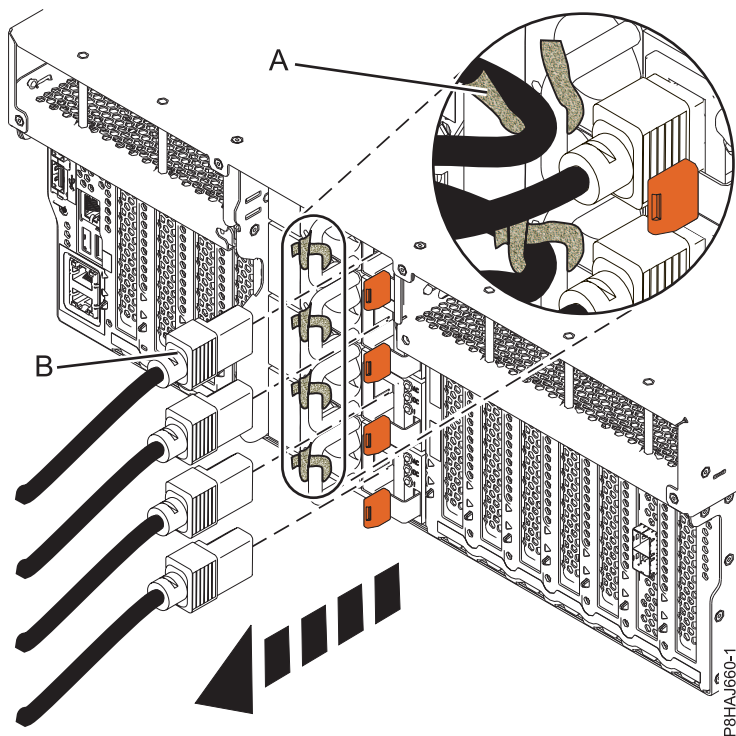
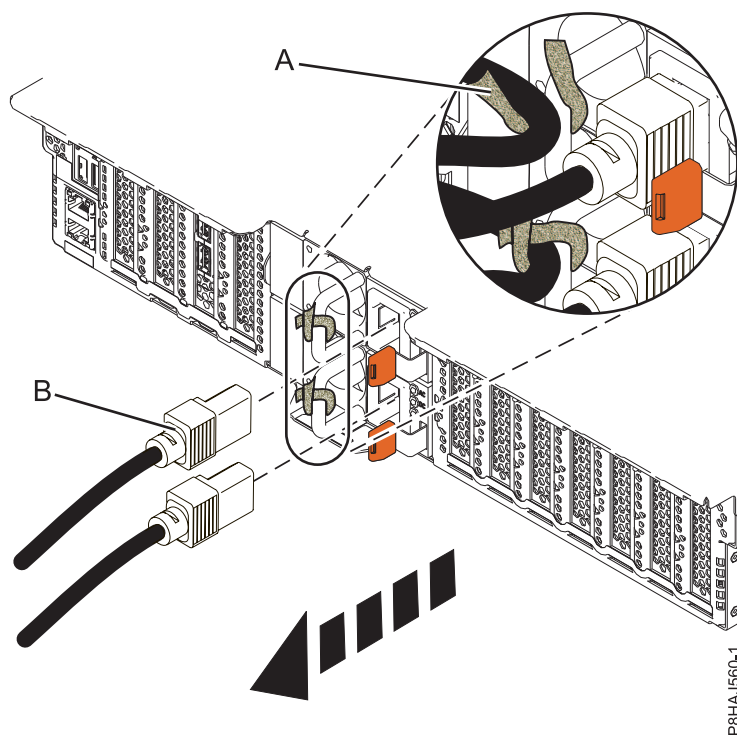
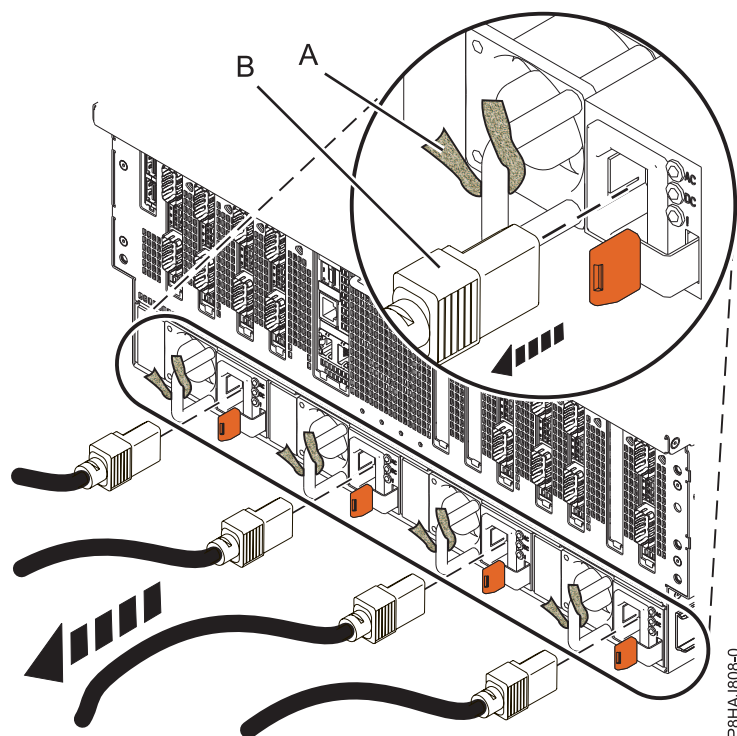

Figura 18. Remover os cabos de alimentação de um sistema 8247-42L, 8286-41A ou 8286-42A
Figura 19. Remover os cabos de alimentação de um sistema 5148-21L, 5148-22L, 8247-21L, 8247-22L, 8284-21A ou 8284-22A
Figura 20. Remover os cabos de alimentação de um sistema 8408-44E ou 8408-E8E
3. Desligue os cabos de alimentação **(B)** da unidade do sistema. Consulte Figura 18 na página 46, Figura 19 na página 47 ou Figura 20 na página 47 ou dependendo do tipo de sistema.